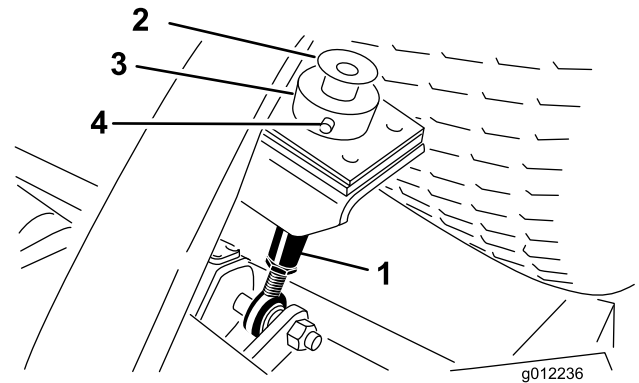

Figura 20
2. Retire el perno y la arandela del extremo superior de ambas varillas de ajuste de la altura de corte (Figura 20).
3. Retire el pasador de horquilla y la chaveta que fijan el collar de ajuste de la altura de corte a la varilla de ajuste de la altura de corte en la parte trasera de la unidad de corte (Figura 20). Retire el collar de ajuste de la altura de corte.